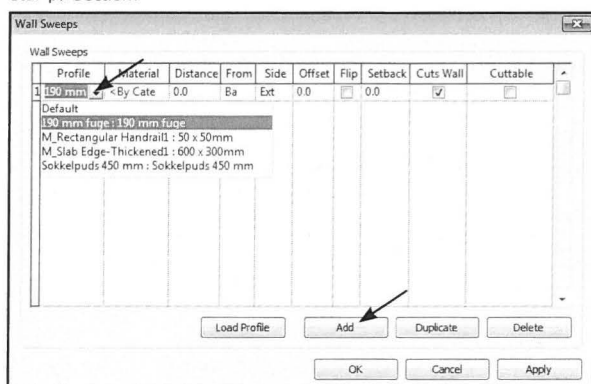
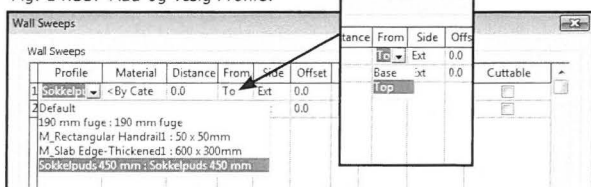

Fig. 14.33. Add og vælg Profile.
Fig. 14.34. Add og vælg Profile.
- Klik nu på *Add* i *Wall Sweep* dialogboksen (Fig. 14.33).
- Klik *Add* igen (Fig. 14.33) og vælg sokkelpuds under *Profile* (Fig. 14.34).
- Under *From* vælges *Top* (Fig. 14.34), men kun på sokkelpudsens.